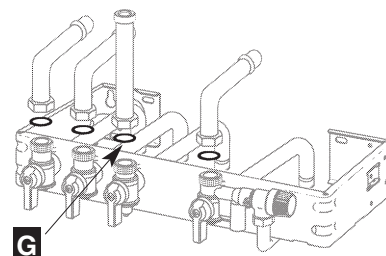

Fig.10
- mettre en place les différents joints, **G (caoutchouc) sur le gaz**, et serrer les raccords des tubes de liaison en commençant par le tube gaz (fig. 10)